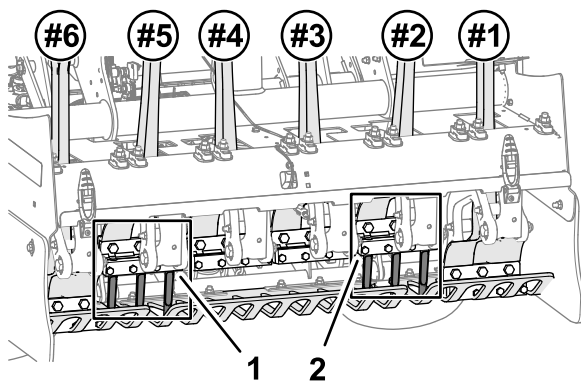
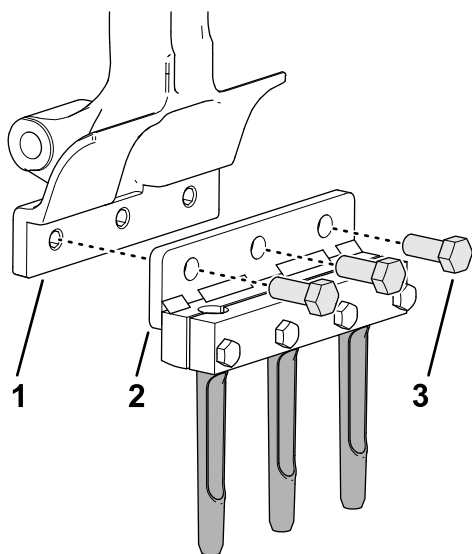

Figure 42
Figure 43
1. Fixez légèrement le porte-louchets et les louchets sur le bras d'aération n° 2 (Figure 42 et Figure 43) à l'aide de 3 boulons ( $\frac{1}{2}$ " x  $1\frac{1}{4}$ ").